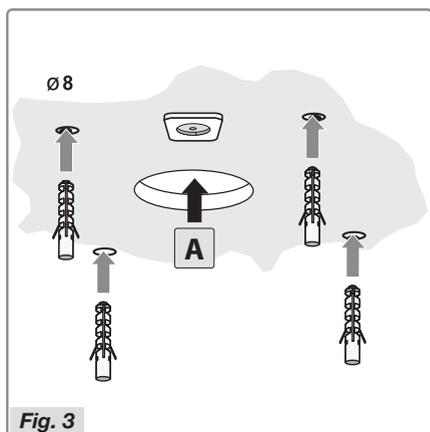

Fig. 3
- Creare l'apertura per lo scarico dell'aria A (Fig. 3).